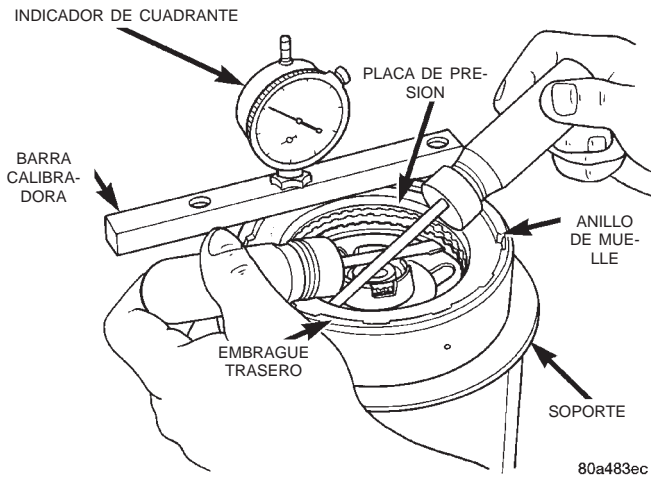

Fig. 143 Verificación de la holgura del conjunto del embrague trasero
- (13) Instale la placa de presión superior.
- (14) Instale el anillo de muelle selectivo. Asegúrese de que el anillo de muelle esté totalmente asentado en la acanaladura del retén.
- (15) Mediante una barra calibradora y un indicador de cuadrante, mida la holgura del conjunto de embrague (Fig. 143).
- (a) Coloque la barra calibradora de modo transversal en el tambor del embrague con el puntero del indicador de cuadrante sobre la placa de presión (Fig. 143).